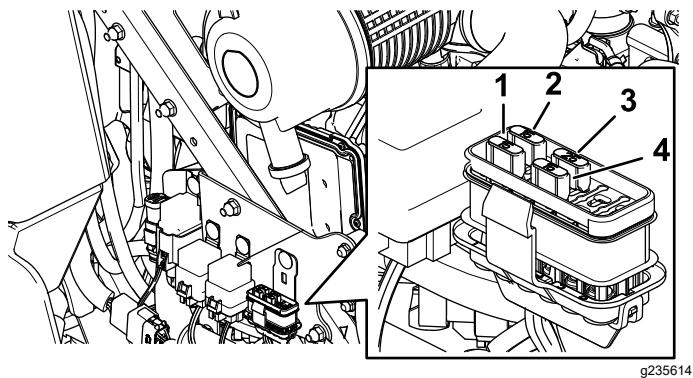

Figura 49
- Instale un fusible nuevo (Figura 49).